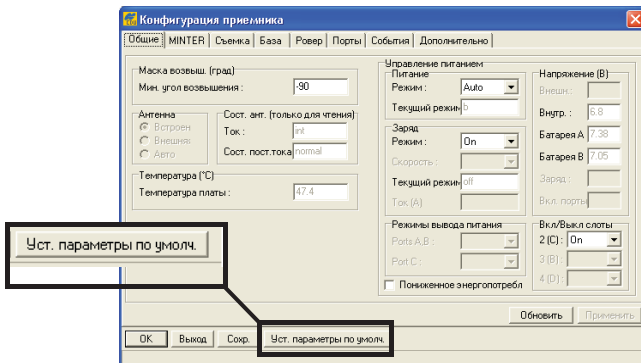

Рис. 3-32. Установить параметры по умолчанию
6. Нажмите **Уст. параметры по умолч.** (Рис. 3-32).